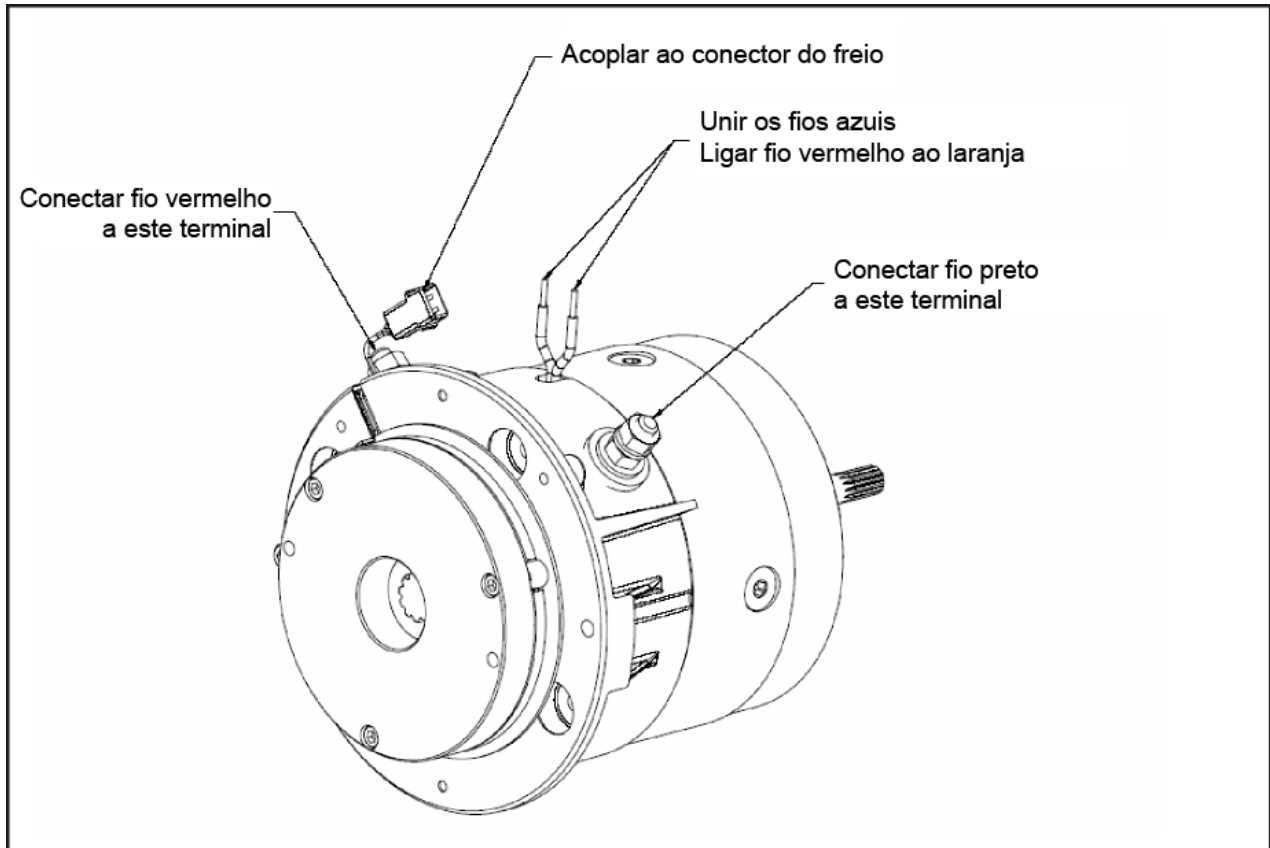

Figura 3-31. Conexões do chicote elétrico
1. Após a inspeção e a manutenção, monte a fiação novamente conforme estava originalmente. Certifique-se de que a fiação não entre em contato com as peças de metal e que ela permita que as escovas se movam sem restrição em seus suportes. Os terminais do motor devem ser montados conforme mostrado na Figura 3-31. Aplique na porca do terminal inferior um torque de 110 – 140 pol.lb (12,4 – 15,8 Nm).